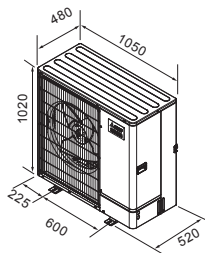

Fig. 2-1
2.2. Планови размери (Външно тяло) (Fig. 2-1)